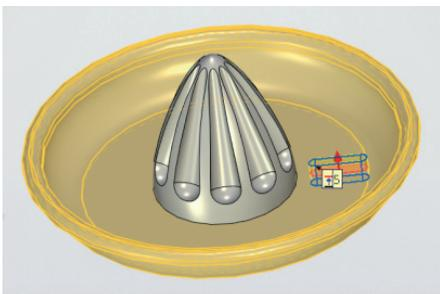

Рис. 24. Создание отверстия
2.12. Нажимаем *Завершить*. С помощью инструмента *Вытапливание* из группы *Операции* создадим отверстие. Включим режим булевой операции в активной вкладке параметров операции. Выберем эскиз паза, зададим направление вытапливания равным 5 мм, затем нажмем на нижнюю поверхность (рис. 24).